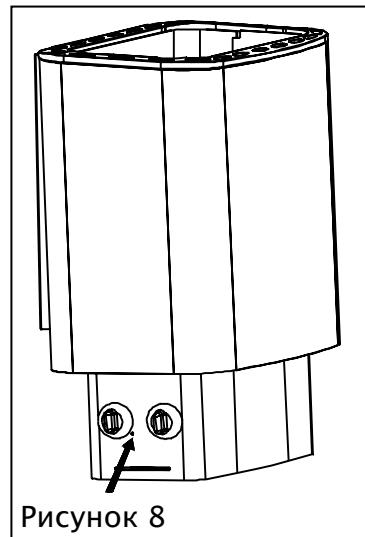

Рисунок 8
- В случае чрезмерного повышения температуры в сауне, ограничитель отключит каменку от электросети. Каменка может быть включена снова, для этого нужно включить ограничитель температуры, нажав на него тупым предметом через отверстие Ø 3 мм в торце электрической коробки. Смотрите рисунок 8.